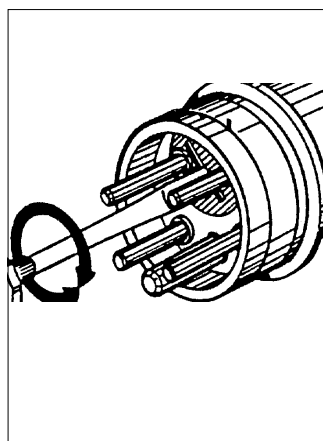

Fig. 1.4
- Vérifier le bon fonctionnement du treuil TIRAK, et notamment que le moteur tourne dans le bon sens. En poussant le bouton DESCENTE, le câble doit sortir du treuil par le haut. Si non, faire vérifier l'installation par un électricien. Si rien ne fonctionne, inverser à l'aide d'un tournevis deux phases dans la prise CEE du treuil (Fig. 1.4).